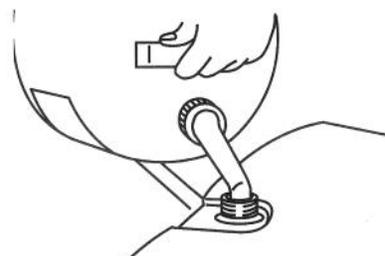

Figure 56
7. Remplir le réservoir de carburant (Fig. 56) avec un mélange deux temps propre et frais.